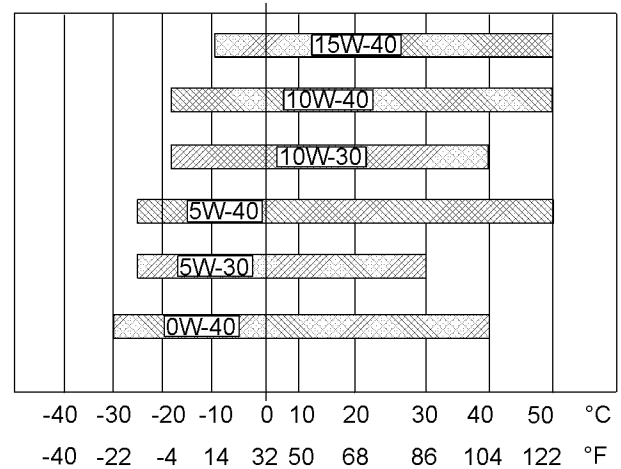

図 35
冷めたエンジンを始動するのに必要なオイルの粘度を判断するには、図35（最低温度）を参照してください。
想定される最高外気温でエンジンを運転する際のオイル粘度を選定するには、図35（最高温度）を参照してください。
- 適切な“推奨油粘度”を参照してください。図35を参照して、各エンジンに適した粘度等級を確認してください。